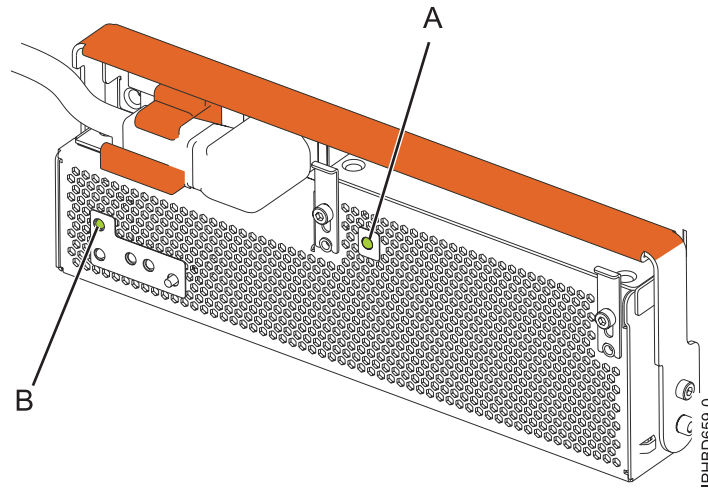

Figure 25. Voyants d'alimentation de l'OCA et de courant alternatif de l'unité d'extension
9. Examinez les voyants relatifs à l'état du courant alternatif (A) et à l'alimentation de l'OCA (Offline Converter Assembly) (B), comme indiqué à la figure 25, à la page 26, et effectuez l'une des opérations suivantes, selon le cas :
- Si les voyants indiquent que l'alimentation électrique fonctionne correctement, c'est-à-dire que le voyant de l'alimentation de courant alternatif (A) est fixe et que le voyant d'alimentation de l'OCA (B) est fixe ou clignote, passez à l'étape suivante.